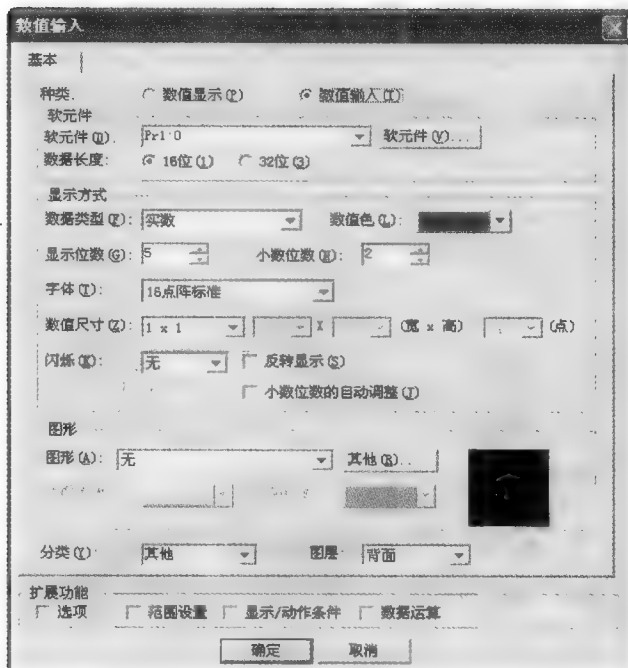

图 8-32 数字输入对象设置 1
(1) 文本对象 参考上一项目进行操作。
(2) 数据输入对象 以设置上限频率为例, 在工具栏中点击 ，在编辑栏合适位置再点击(放置位置)，再按 ESC 键，双击已添加的对象，出现如图 8-32 所示窗口，单击“软元件”设置为 Pr1 和站台号为 0; 数据类型选择“实数”; 显示位数设置为 5 位; 小数位数 2 位; 数值尺寸选 1×1; 外形选择喜欢的外形即可, 如图 8-32 所示。
(3) 数据显示对象 以设置输出频率为例, 在工具栏中点击 ，在编辑栏合适位置再点击,